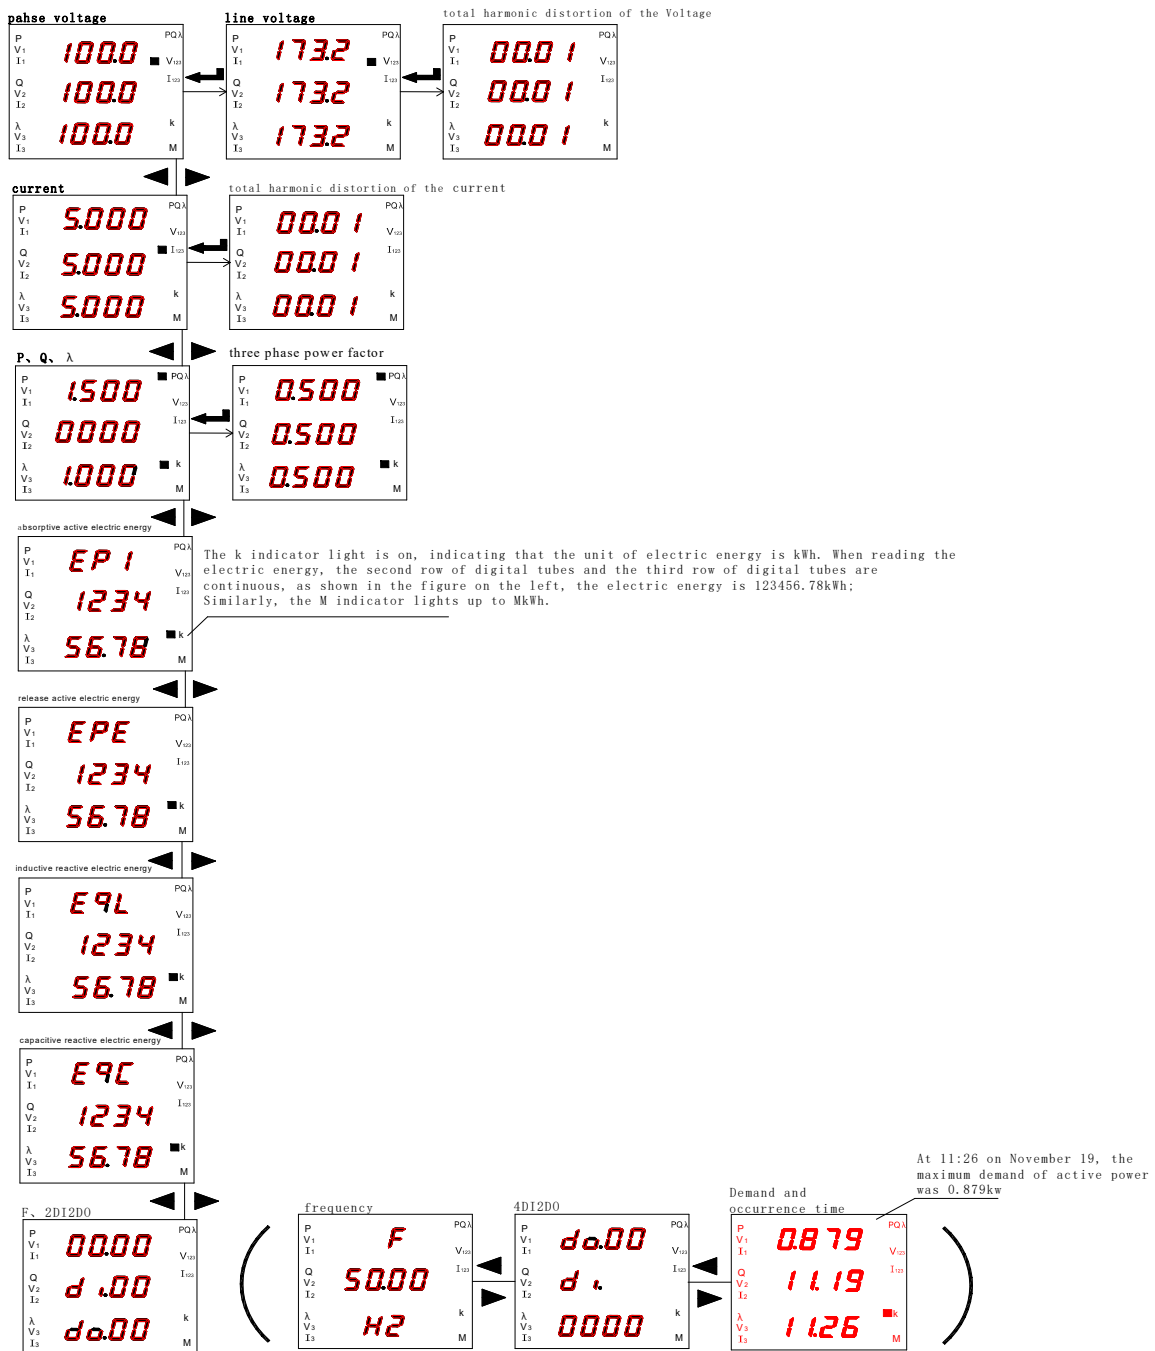
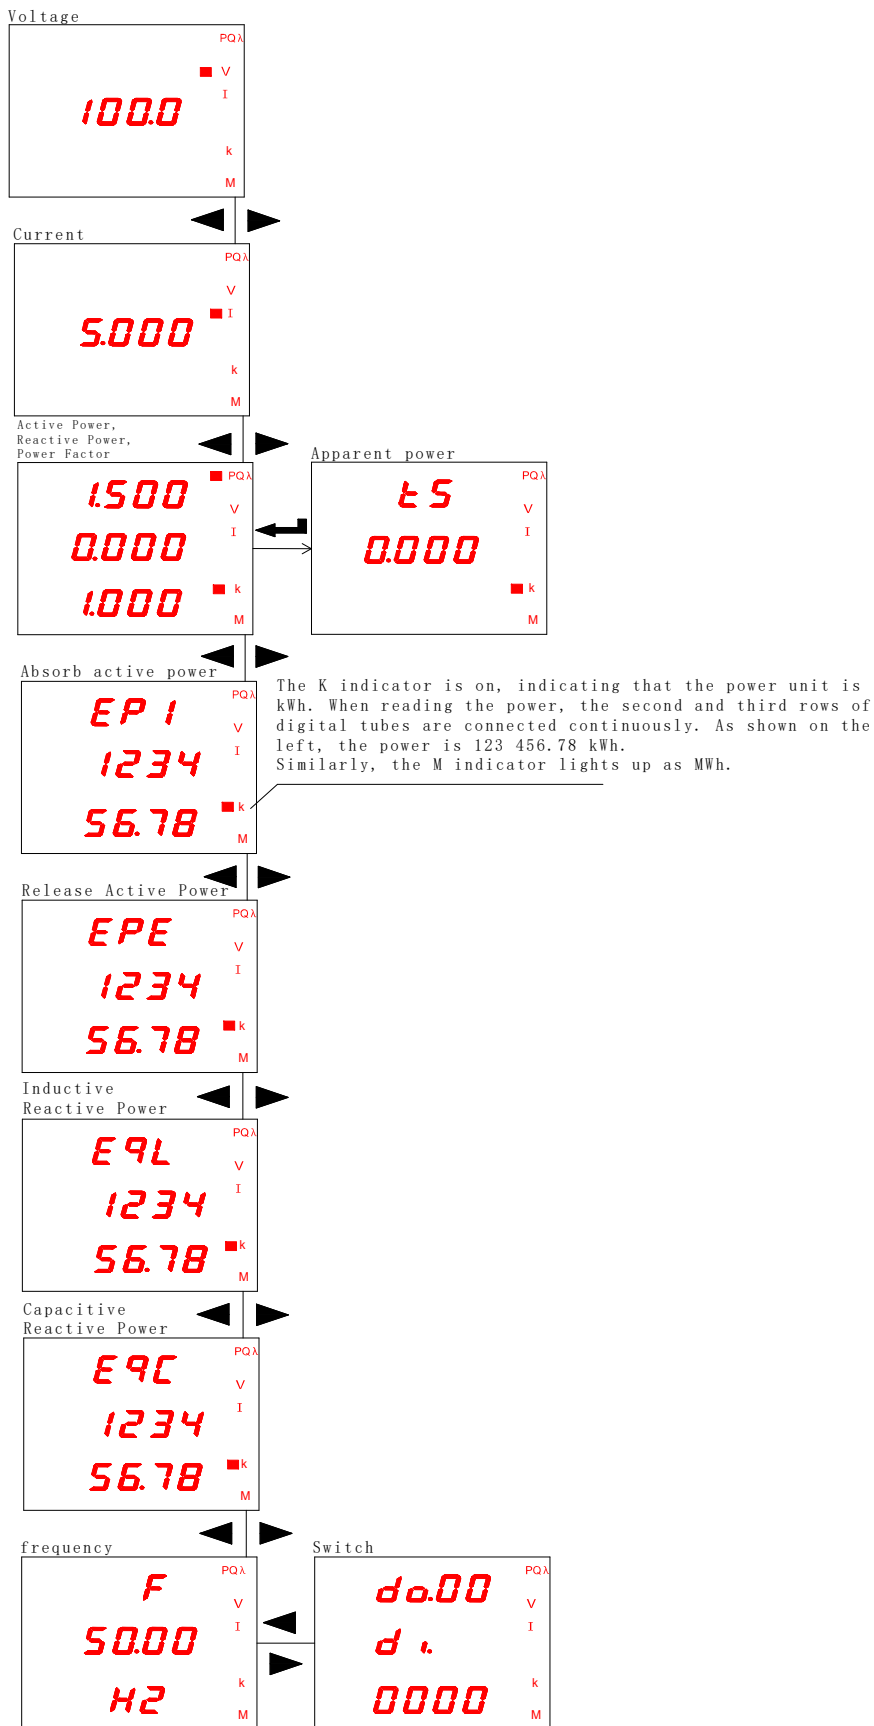

Bild 13
Bild 14
5.2.1 Driftsstegen för kontroll av ström, spänning, effekt, elektrisk energi och frekvens för amc72 / 96 visas i FIG. 13 och FIG. 14.
13 och FIG. 14.